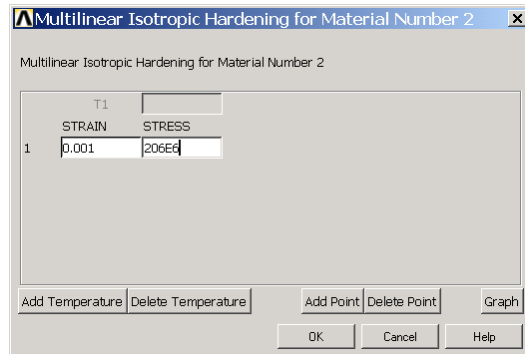

图4.23 数据点输入对话框
(4) 接着弹出如图 4.23 所示的数据点输入对话框。在【STRAIN】文本框中输入应变【0.001】，在【STRESS】文本框中输入应力【206E6】。